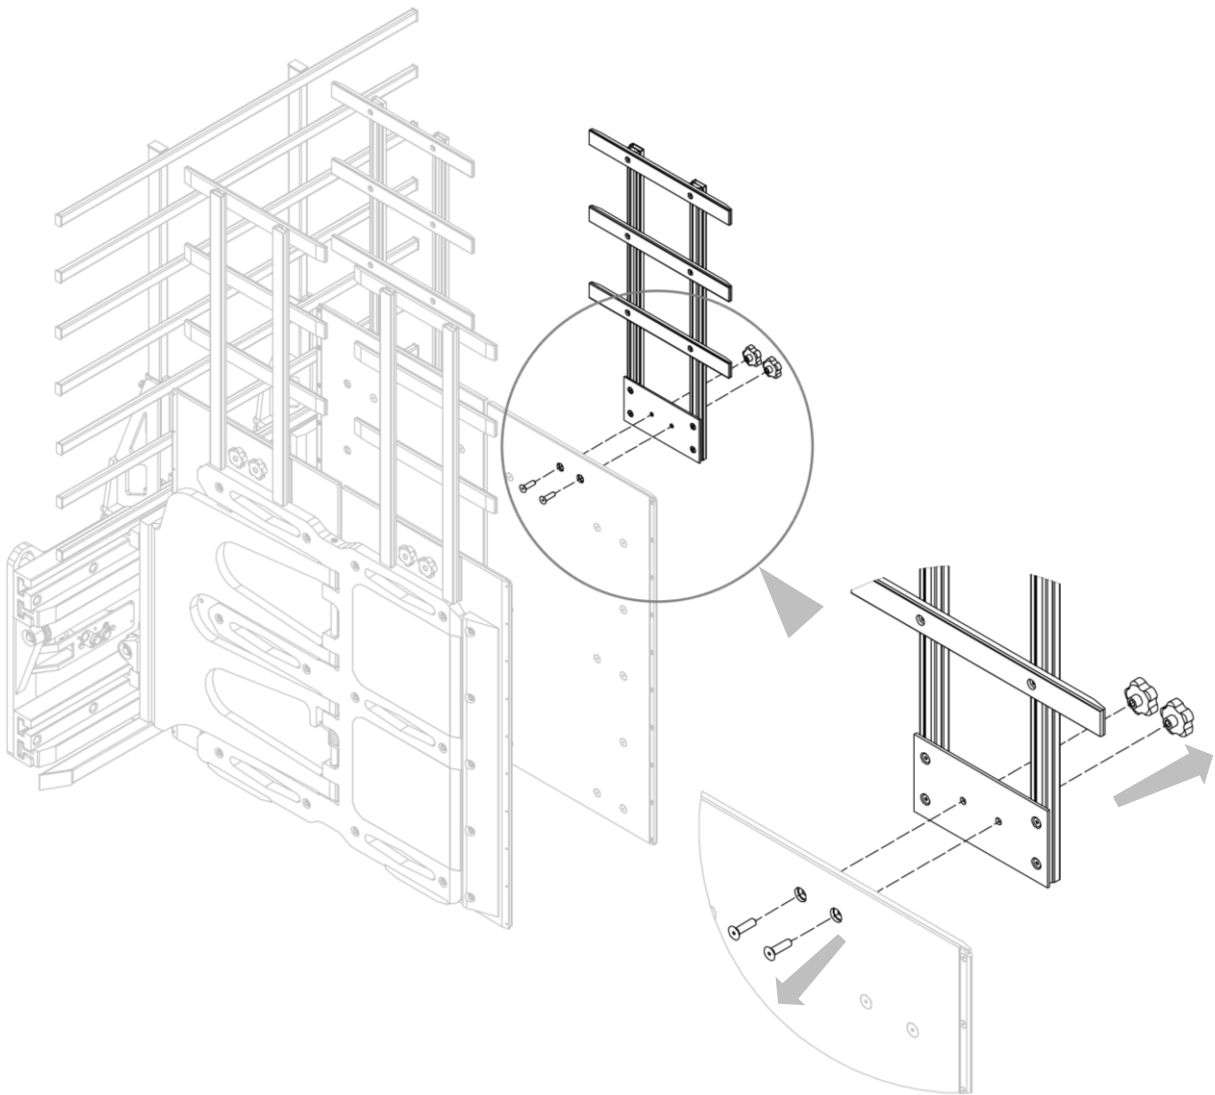

Figura 58
2. Rimuovere i telai reggicarico laterali, svitando le relative viti e le relative manopole che li fissano agli antoni (vedi *Figura 58*).